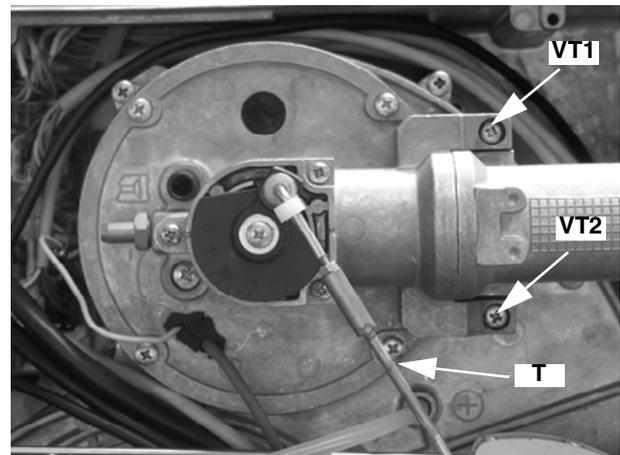

Fig. 60
- 4 Quite los tornillos VT1 y VT2 que se muestran en la Fig. 60 y desmonte el acoplamiento T.
- Reinstale el acoplamiento sin apretar completamente los tornillos VT1 y VT2 (Fig. 60).